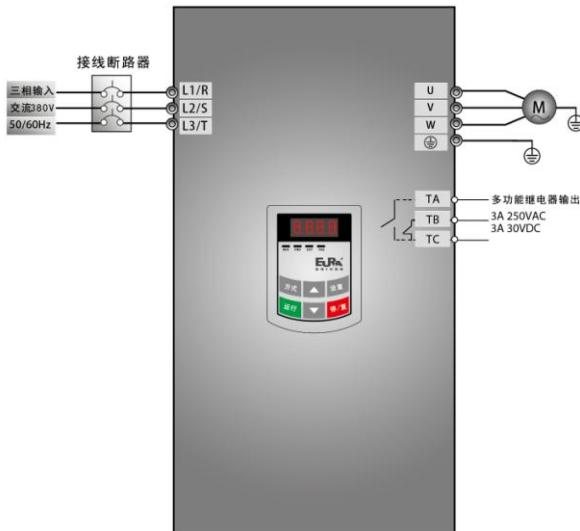

图 5-6 接线图 1
- (1) 按图 5-6 配线，检查接线正确后，合上空气开关，变频器上电；
(2) 按方式键，进入编程菜单。
(3) 设置变频器的功能参数
- (2) 按方式键，进入编程菜单；
- (3) 设置变频器的功能参数；